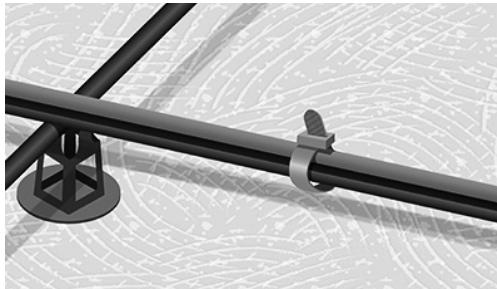

Fig. 5. Kabel fäst. Buntbanden är lösa och sitter inte på skarvar
6. Rulla ut värmekabeln och fäst värmekabeln till armeringsnätet längs vägen (Fig. 5).